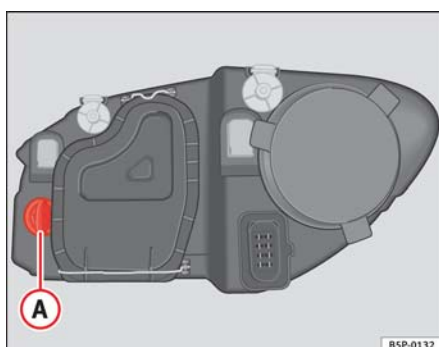

Fig. 166 Lámpara luz intermitente
- Gire el portalámparas ⇒ fig. 166 Ⓐ a la izquierda y tirar.